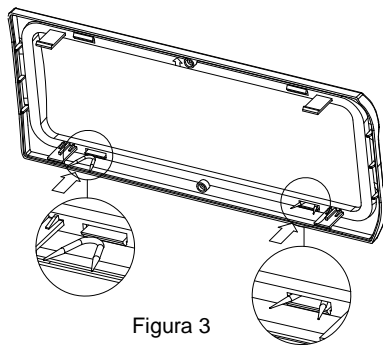

Figura 3
- Inserire i 2 gommini di blocco forniti a corredo, come indicato in *figura 3*, sui ganci di tenuta meno sporgenti del frontale trasparente; riagganciare il tutto sul fondo rispettando le frecce di allineamento.
- Riagganciare il frontale trasparente sul coperchio ed inserire i 2 gommini di blocco forniti a corredo, come indicato in *figura 3*, sui ganci di tenuta meno sporgenti; riagganciare il tutto sul fondo rispettando le frecce di allineamento.